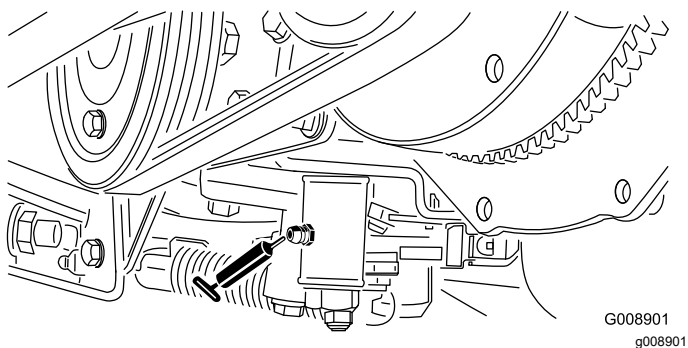

Рисунок 67
2. Поднимите заднюю часть машины, установив домкрат под задний колесный мотор (Рисунок 67).
- Механизм регулировки нейтрали (Рисунок 67)